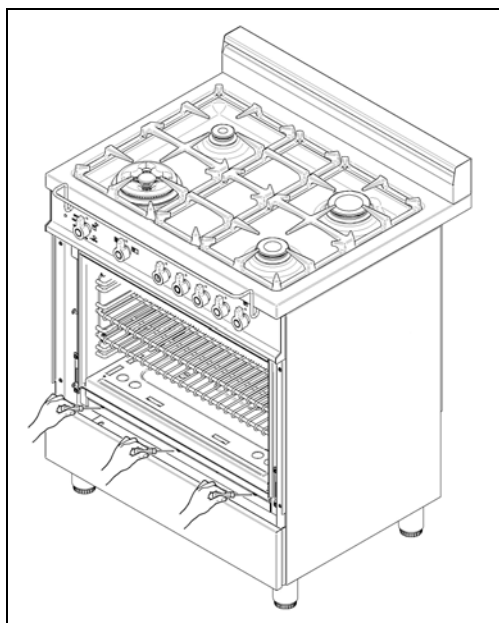

Fig. 10
- 2) Enlever la garniture frontale au bas de la cavité four et enlever la base émaillée de la cavité (Fig. 10)